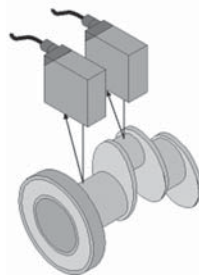

Рис. 10. Контроль размеров распределительного вала
*Проверка размеров распределительного вала* (см. рис. 10). Еще один пример контроля и мониторинга размеров распределительного вала. В настоящее время более распространено ручное тестирование готового изделия, но очень перспективной является автоматизация этой операции.